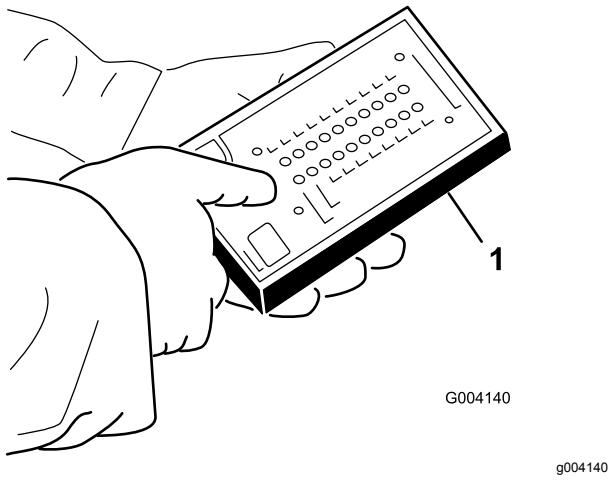

Figura 21
2. Collegate il connettore del display Diagnostic ACE al connettore diagnostico (Figura 21).
3. Collegate il connettore del display Diagnostic ACE al connettore diagnostico (Figura 21).
4. Collegate il connettore del display Diagnostic ACE al connettore diagnostico (Figura 21).